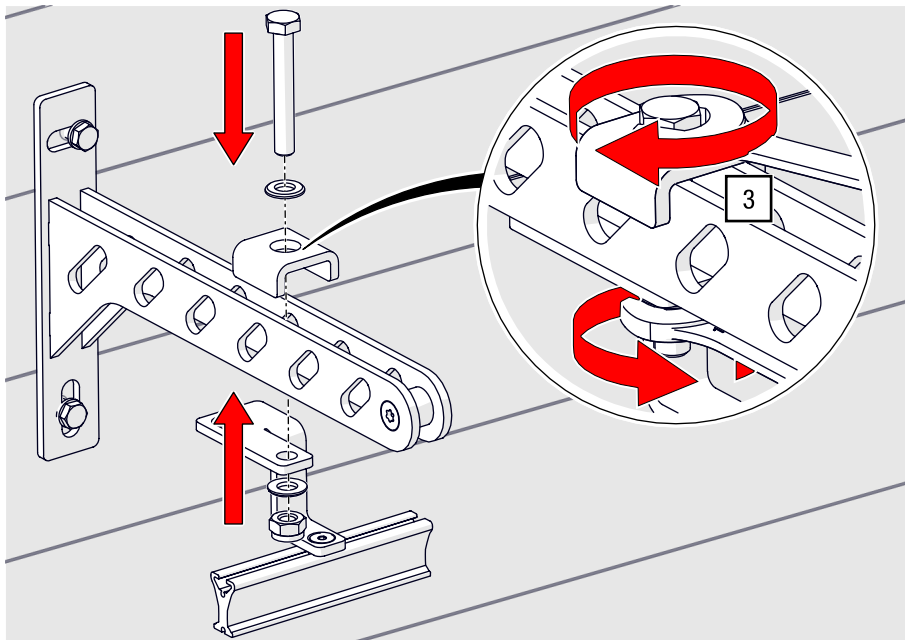

Abb. 42: Wandarm mit Abhängung für Seilführung verschrauben
3. Setzen Sie das U-Blech mit der offenen Seite nach unten auf den Wandarm und verschrauben Sie dieses mit der Abhängung für Seilführungen mit zwei Gabelschlüsseln SW 13 (siehe Abb. 42).